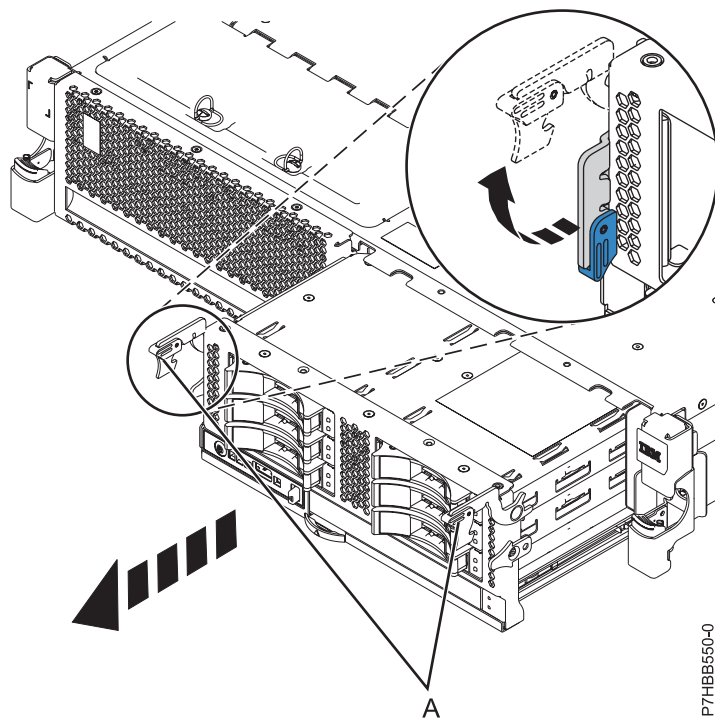
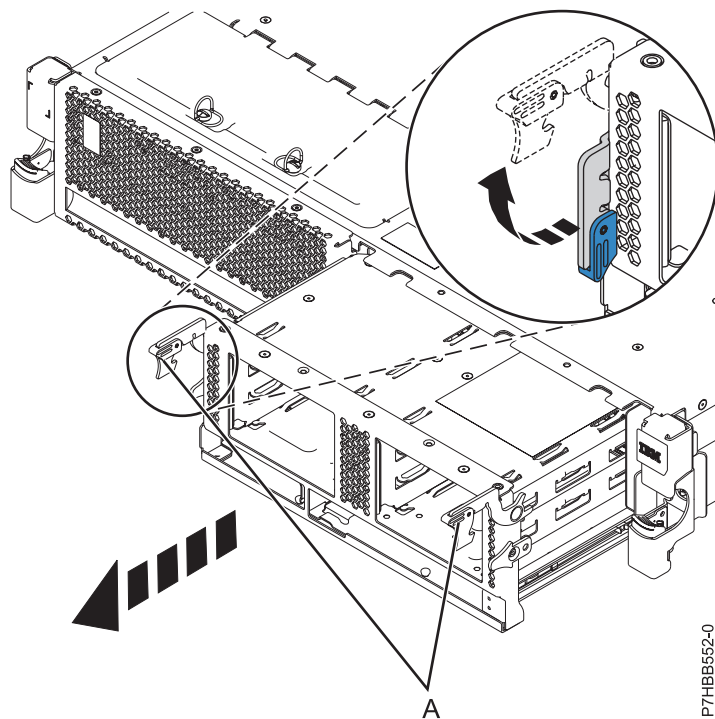

Figura 6. Extracció de la placa posterior plena d'unitats de disc
Figura 7. Extracció de la placa posterior que està buida d'unitats de disc
13. Desbloquegeu la placa posterior de la unitat de disc estirant les nanses (A) del centre de la placa posterior, tal com es mostra a Figura 6 i Figura 7.